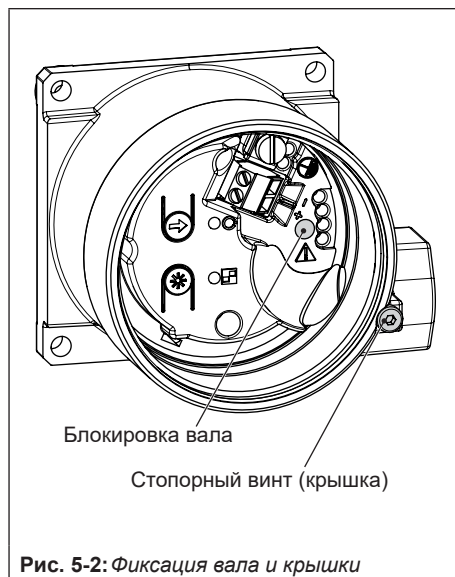

Рис. 5-2: Фиксация вала и крышки
➔ См. Рис. 5-2 и Рис. 5-3
- ➔ См. Рис. 5-2 и Рис. 5-4
1. Установите зажим следящего механизма (2) на шлицевой вал привода либо на адаптер.
2. Наденьте кулачковую муфту (3) плоской стороной к приводу на зажим следящего механизма (2). При этом выровняйте шлиц таким образом, чтобы он совпадал с направлением вращения при закрытом положении клапана.
4. Закрепите оба нижних кронштейна (4) в зависимости от размера привода на корпусе привода углом внутрь (80 мм) или наружу (130 мм). Установите и привинтите верхний кронштейн (5).
5. Вывинтите стандартный следящий штифт на рычаге М (1) датчике положения. Закрепите гладкий следящий штифт (Ø5 мм) из монтажного комплекта в отверстии для положения штифта 90°.
6. Закрепите датчик положения на монтажной плате (6) при помощи винтов.
7. Установите датчик положения с монтажной платой на верхние кронштейны (5) и привинтите его. При этом выровняйте рычаг (1) таким образом, чтобы его следящий штифт с учётом направления вращения привода входил в зацепление с шлицем кулачковой муфты (3).
- Отрегулируйте рычаг соответствующим образом и вставьте тонкую отвертку в отверстие, чтобы зафиксировать вал (см. Рис. 5-2). Чтобы заблокировать вал, оставьте отвертку в отверстии.
- рычаг (1) при половинном угле вращения поворотного привода в любом случае должен располагаться параллельно продольной стороне датчика положения.
6. Вывинтите стандартный следящий штифт на рычаге М (1) датчике положения. Закрепите следящий штифт (Ø5 мм) из монтажного комплекта в положение 90°.
7. Закрепите датчик положения на монтажной плате (2) при помощи винтов.
8. Установите датчик положения с монтажной платой на корпус (7) и закрепите винтами. При этом выровняйте рычаг (1) таким образом, чтобы его следящий штифт с учётом направления вращения привода входил в зацепление с соответствующим шлицем.